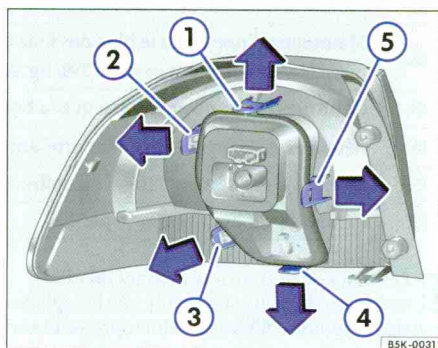

Fig. 207 Bloc de feu arrière dans la carrosserie : dépose du porte-ampoule. ① jusque ⑤ Languettes de verrouillage.
7. Poussez les languettes de verrouillage ⇒ fig. 207 ① à ⑤ dans le sens de la flèche afin de déverrouiller le porte-ampoule.